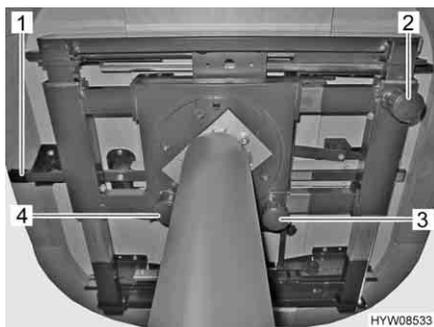
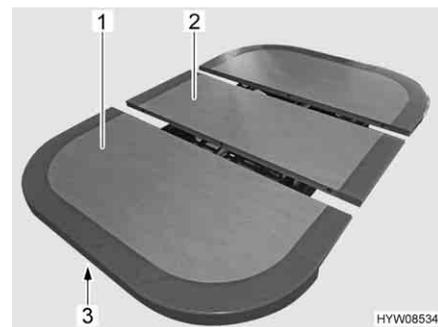

Fig. 76 Opzioni di regolazione sul tavolo
Fig. 77 Allungamento del tavolo
- Premere il tasto (Fig. 76,3) verso il basso e tenerlo in posizione.
- Premere il tasto (Fig. 76,2) verso il basso e tenerlo in posizione.
- Tirare il tasto (Fig. 76,4) del bloccaggio verso il basso.
- Spingere lo sbloccaggio (Fig. 76,1 e Fig. 77,3) verso l'alto.
- Tirare il piano del tavolo (Fig. 77,1), finché l'inserto centrale (Fig. 77,2) non arriva in alto e all'altezza del piano del tavolo.
- Premere lo sbloccaggio (Fig. 77,3) verso l'alto.
- Tirare il piano del tavolo (Fig. 77,1), finché l'inserto centrale (Fig. 77,2) non si libera.